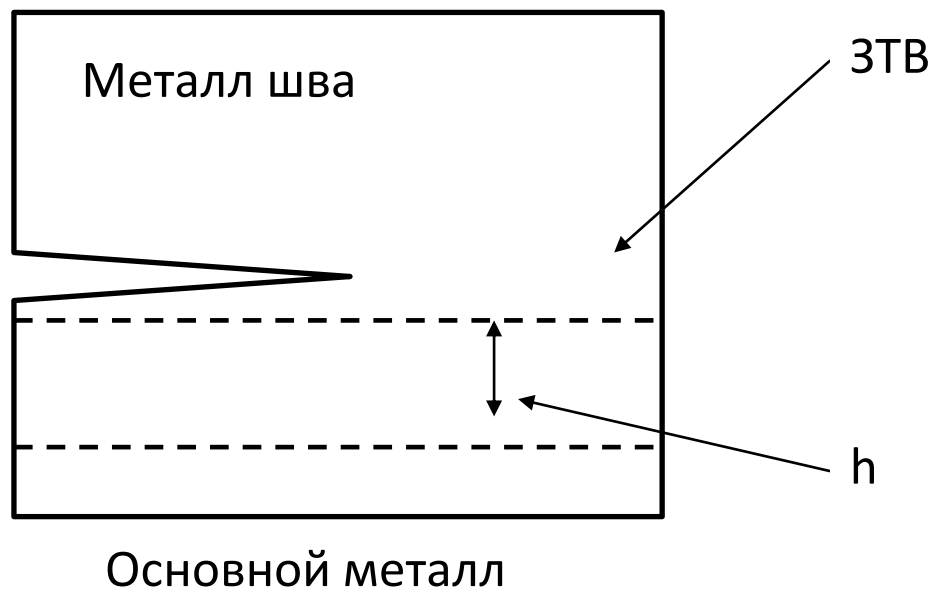

Рисунок 1
1) Требуется определить показатель « n » в уравнении Вейбулла, описывающим вероятность хрупкого разрушения образцов, представленных на рис.1
2) Следует также ответить на вопрос, где разброс K_{Ic} больше: при испытании образцов из хрупкого однородного материала или при испытании образцов, представленных на рис.1.